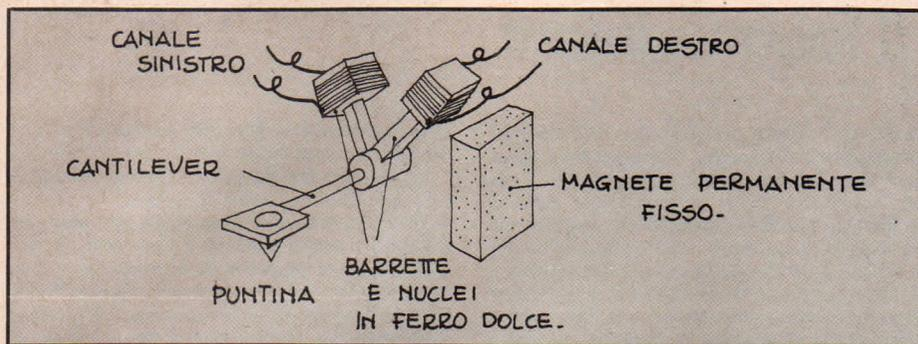

Fig. 15: Costituzione del pick-up «a magnete indotto».
5) *Pick-up «a magnete indotto»* (Fig. 15).